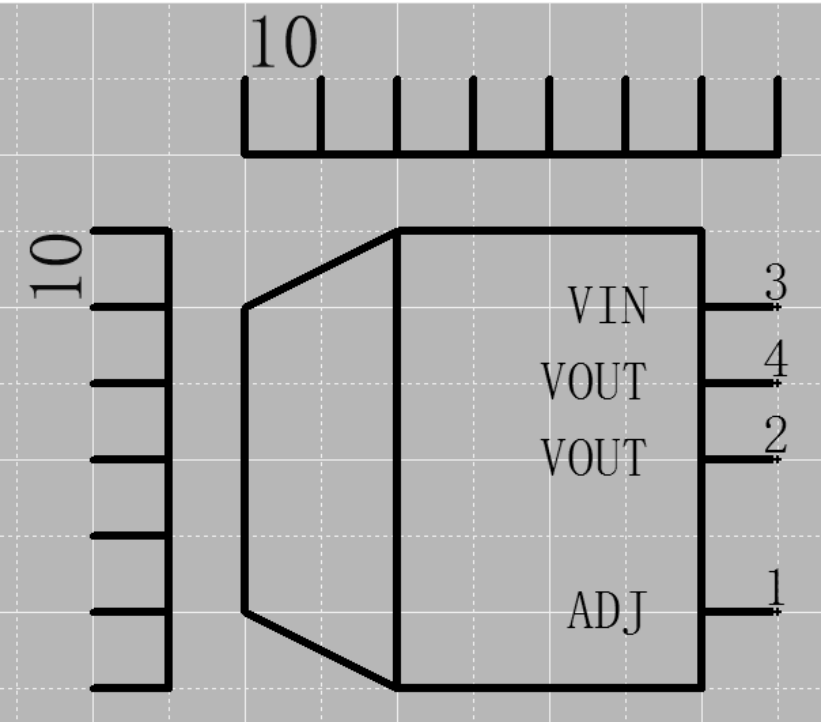

图 1
- 1、在原理图库文件 cdylib.SchLib 中，根据图 1 给出的相应参数（单位为 mil）绘制原理图库元件，要求尺寸和原图保持一致，命名为 JY1117EA，并在抄画原理图中调用；